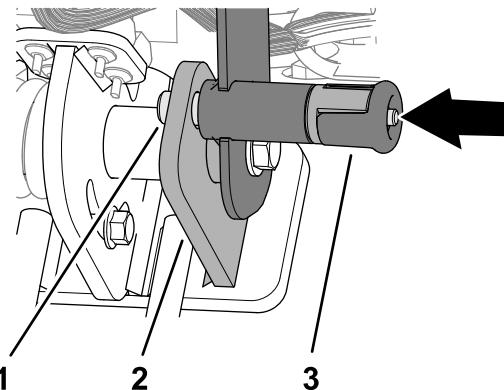

Рисунок 73
- Убедитесь, что штифт фиксатора рукоятки управления проходит через отверстие в пластине с фиксирующим пазом (Рисунок 73).